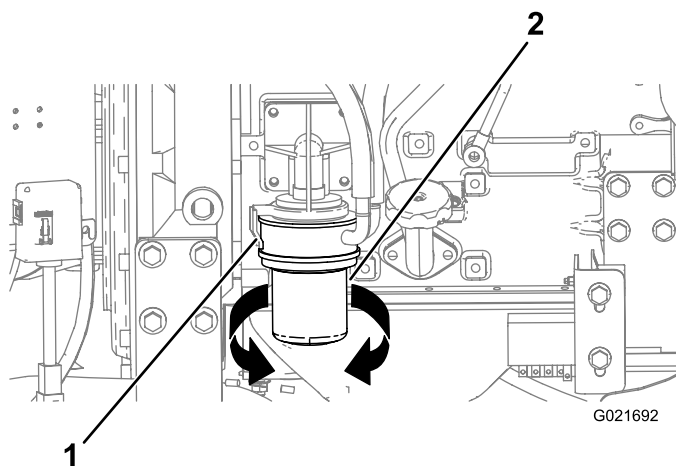

Рисунок 86
3. Установите поддон для слива или несколько отрезков ткани под масляный фильтр и переходник масляного фильтра (Рисунок 86).
4. Поверните масляный фильтр против часовой стрелки и снимите его (Рисунок 86).
8. Совместите масляный фильтр с переходником и поверните его по часовой стрелке, пока уплотнение масляного фильтра не войдет в контакт к переходником (Рисунок 86).
9. От руки затяните масляный фильтр еще на 1/2 оборота (Рисунок 86).